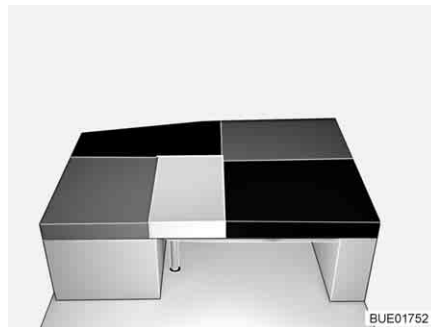

Fig. 139 Dopo la trasformazione
- Riporre sul tavolo il cuscino dello schienale del sedile laterale/del divano laterale (tra il cuscino del divano laterale/il divano laterale e il cuscino aggiuntivo, vedi Fig. 139).